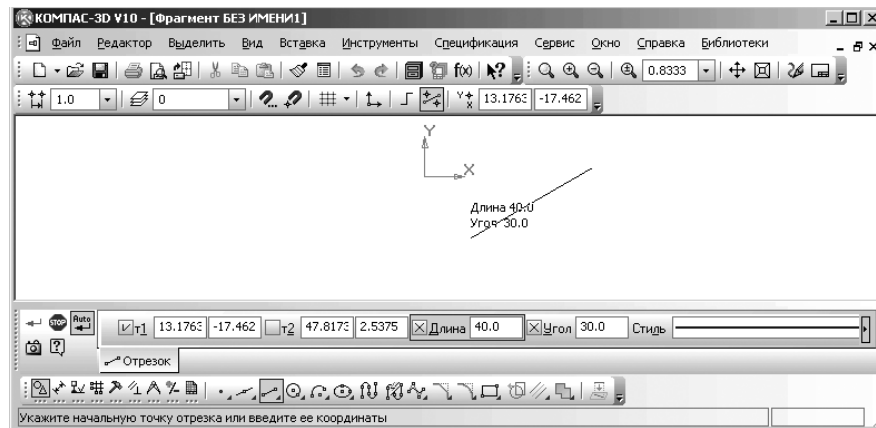

Рис. 1.48. Состояние системы в процессе построения отрезка в предопределенном режиме
- введите с клавиатуры в активное поле **Угол**, например, значение 30 и нажмите клавишу **Enter** для завершения ввода величины угла в градусах по умолчанию. В квадратике слева от названия **Угол** появится крестик. Это означает, что данный параметр также задан. Появится фантом отрезка с заданной длиной и углом с крестиком и цифрой 1 в начале отрезка. Посмотрите на **Панели свойств: Отрезок** на квадратик, стоящий слева от **t1** (точка 1). В нем находится галочка. Это означает, что начальная точка отрезка находится в плавающем режиме. Это состояние системы показано на рис. 1.48.